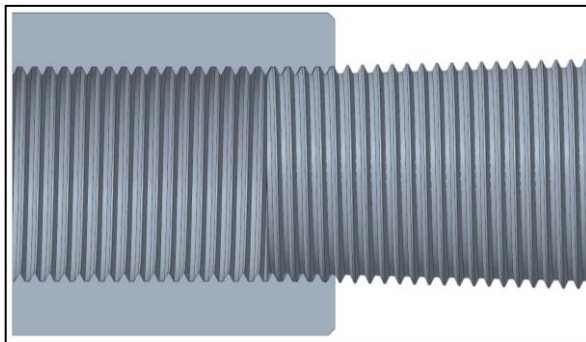

Abbildung 1: Konisches Außen-, und zylindrisches Innengewinde
4. Britische Rohrgewinde BSPT/R sind kegelige Außengewinde, die mit zylindrischem Innengewinde (selbstdichtend) Bauteile verbinden, und konstruktiv kein Dichtband / Dichtmittel benötigen. (Siehe Abbildung 1)